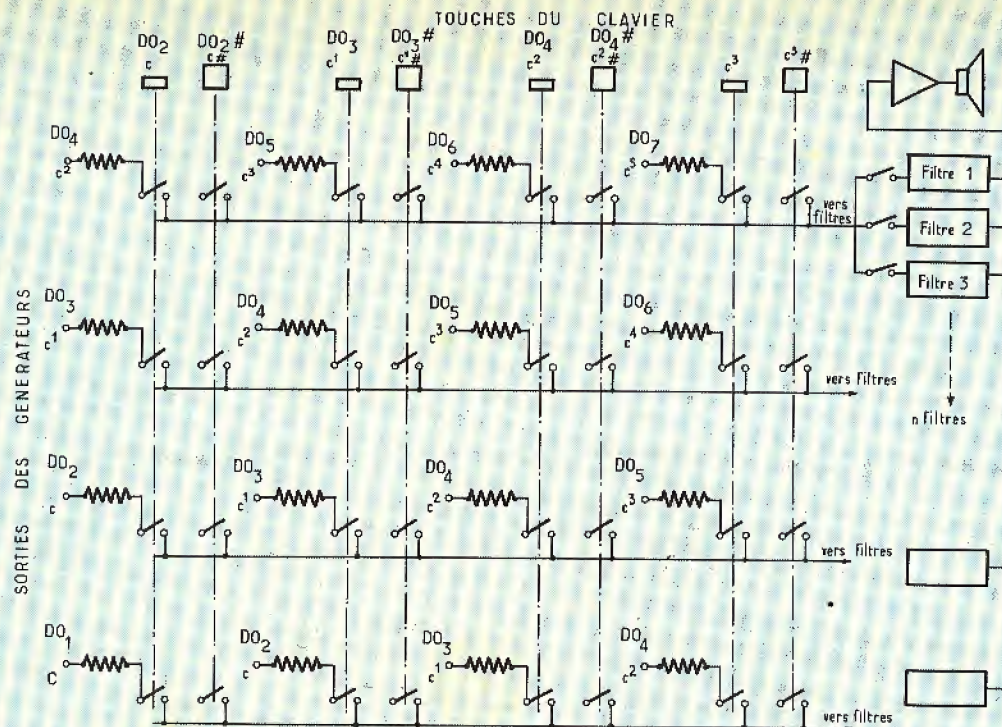

Fig. 11
**La commutation mécanique.** — Avant de donner les applications du TBA470 comme dispositif de commutation électronique, il est nécessaire de préciser comment s'effectue la commutation mécanique à l'aide de touches à nombreux contacteurs par exemple quatre (il y en a jusqu'à dix contacteurs) chaque contacteur étant généralement un interrupteur qui est coupé au repos et fermé (contact) lorsqu'il est actionné par l'abaissement de la touche effectué par l'exécutant, voir à la figure 11 la distribution des contacts mécaniques dans un orgue électronique utilisant un SAJ110 comme celui de la figure 8.
Sur les schémas de la figure 11 les BUS sont ceux désignés par 16", 8", 4" et 2" mais on pourrait trouver tous les autres.